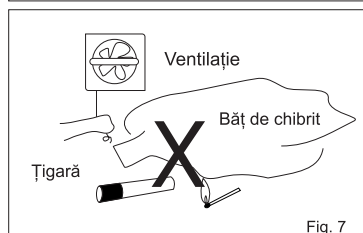

Fig. 7
- Evitați folosirea unor întrerupătoare, electrice, și nu folosiți un băț de chibrit sau brichete în apropierea plitei pe gaz (fig.7)